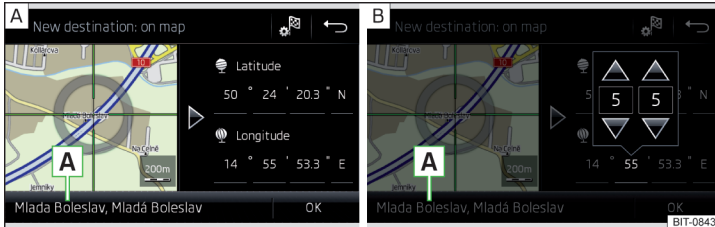

Abb. 223 Ziel eingeben: über den Kartenpunkt / mithilfe von GPS-Koordinaten
- Durch Bildschirmberührung das gewünschte Ziel in das Fadenkreuz verschieben » [Abb. 223 - \[A\]](#).
- Die Werte der GPS-Koordinate nacheinander antippen und einstellen » [Abb. 223 - \[B\]](#).
Sind in den Navigationsdaten des Infotainments Informationen zum eingegebenen Punkt verfügbar, dann werden diese statt der GPS-Koordinaten angezeigt (bspw. Adresse **A** » Abb. 223).